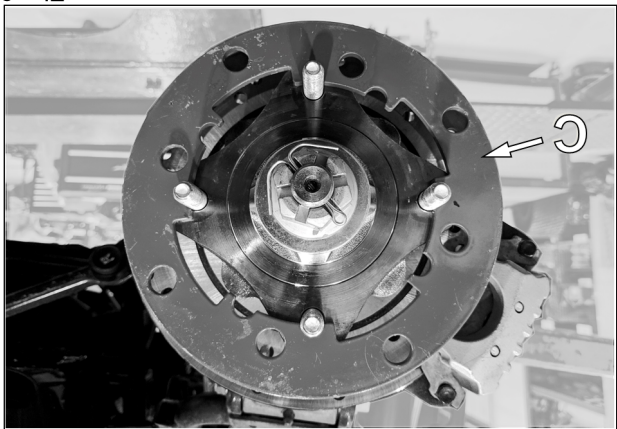

Fig. 9
9. Installer un espaceur (C) à chacun des moyeux arrière, en l'appuyant sur les goujons filetés. Voir la Fig. 9